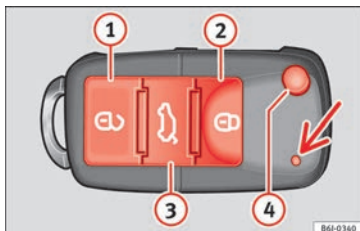

Fig. 50 Teclas de la llave con mando a distancia.
Con la tecla ④ » **fig. 50** del mando, se bloquea el espadín de la llave.
Desbloqueo del vehículo ① » **fig. 50** ①.
Bloqueo del vehículo ② » **fig. 50** ②.
Desbloqueo del portón trasero. Pulse la tecla ③ » **fig. 50** ③ hasta que todos los intermitentes del vehículo parpadeen brevemente. Al pulsar la tecla de desbloqueo ③, dispone de 2 minutos para abrir el portón. Una vez transcurrido este tiempo se bloqueará de nuevo.
Además, el testigo de la pila de la llave » **fig. 50** (flecha), parpadea.
Pulsando una vez la tecla ① » **fig. 50** ①, se abrirá sólo la puerta del conductor, permaneciendo el resto cerradas.
Pulsando dos veces la tecla ① » **fig. 50** ①, se desbloquearán todas las puertas.
- Pulse la tecla  » fig. 50 del mando a distancia.